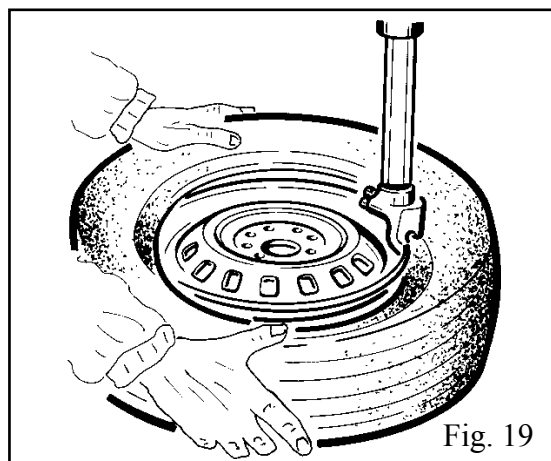

Fig. 19
- Tenendo premuto con le mani il tallone del pneumatico nella gola del cerchio, premere il pedale (Z) per ruotare l'autocentrante in senso orario per tutta la circonferenza del cerchio (Fig. 19).